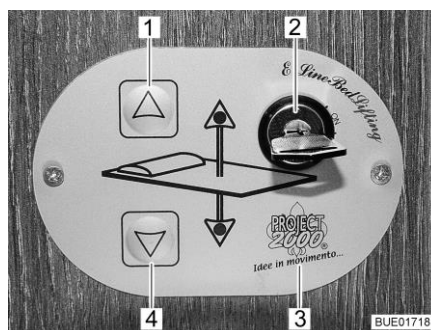

Bild 95 Kontrollenhet
Med knapparna (Bild 95,1 och 4) på kontrollenheten (Bild 95,3) sänks och lyfts den höjbara sängen. Med nyckelbrytaren (Bild 95,2) säkras kontrollenheten mot obehörig användning.
- Vrid nyckeln i nyckelbrytaren (Bild 95,2) 90° medurs på ställningen "On". Kontrollenheten (Bild 95,3) är aktiverad.
- Tryck på pilknappen (Bild 95,4) och håll den så länge intryckt till den höjbara sängen sänks ned till önskad position.
- Tryck på pilknappen (Bild 95,1) och håll den så länge intryckt till den höjbara sängen lyfts fram till gränsställningen.
Om den höjbara sängen inte längre går att flytta med pilknapparna (Bild 95,1 och 4) kontrollera först säkringarna (se avsnitt 9.13.1). Om säkringarna är okej och den höjbara sängen ändå inte går att flytta kan den höjbara sängen manövreras manuellt i nöddrift.